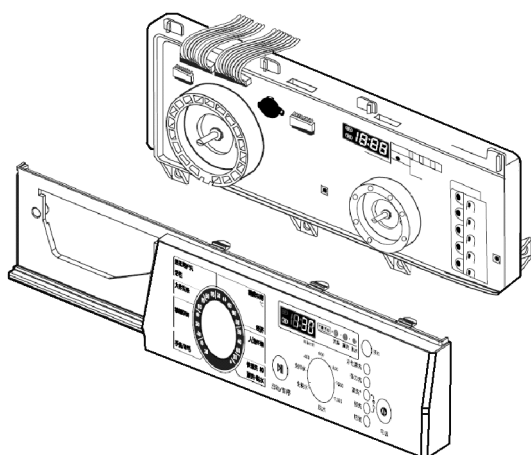

图 3-47 从控制面板上拆卸下电脑板
2) 用十字螺钉旋具卸下 7 个固定螺钉, 将电脑板从控制面板上取下即可, 如图 3-47 所示。